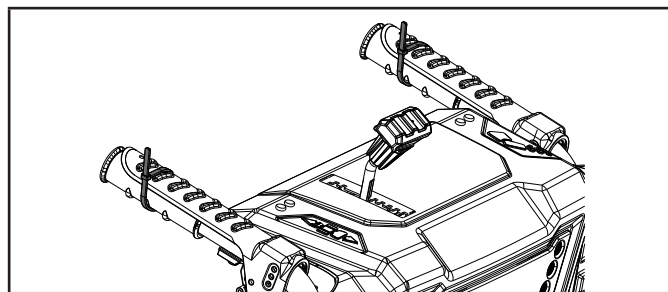

Figure 3
2. Retirez les attaches autobloquantes des leviers manuels. Tenez le levier manuel contre la poignée pour enlever la pression de l'attache autobloquante. Utilisez un coupe-fil latéral, des pinces ou des ciseaux pour couper l'attache autobloquante, ou glissez simplement les attaches pour les retirer (fig. 3). Relâchez le levier à main pour qu'il ressorte vers le haut à un angle de 45°.